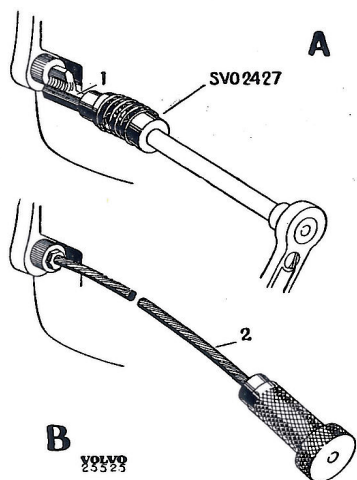

Bild 9. Verktyg för växellådsskruvar.
5. Lossa skruvarna som håller växellådan vid kopplingskåpan. Använd därvid nyckel SVO 2426 och kulled SVO 2427, se A bild 9. Verktyg SVO 2428 användes därefter för urskruvning, se B bild 9.